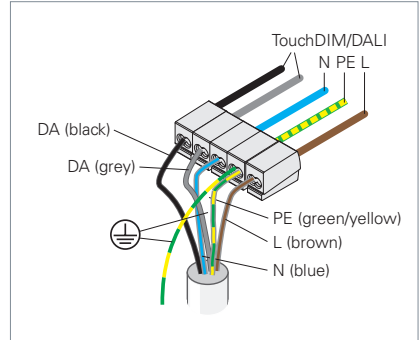

Fig. 16: Leuchte anschließen.
- ▶ Schließen Sie das Erdungskabel an der Anschlussseite der Leuchte an die Schutzleiterklemme an, siehe Fig. 16.